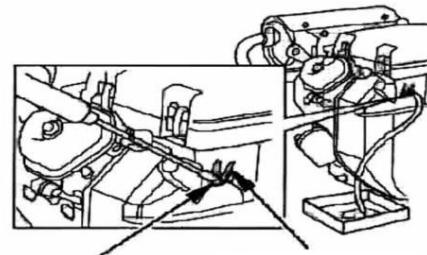

Рис.28
① Открутите сливную пробку (Рис.28) и слейте топливо из карбюратора. Сливайте топливо в специальный контейнер, закрутите сливную пробку.
② Сначала выключите выключатель двигателя, отсоедините пылесобирающую пробку и очистите ее, установите заново пылесобирающую пробку и закрутите ее.